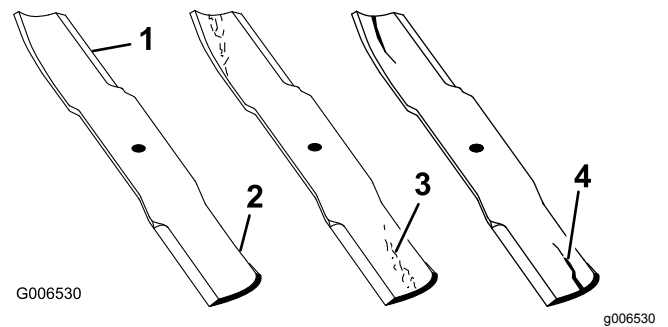

Figura 70
2. Inspeccione los filos de corte (Figura 70).
4. Inspeccione las cuchillas, especialmente la parte curva (Figura 70).
5. Si observa daños, desgaste o la formación de una ranura en esta zona (Figura 70), instale inmediatamente una cuchilla nueva.